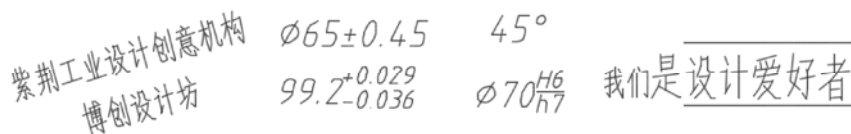

图 7-35 绘制单行文字和多行文字的练习
- (1) 如何创建新文字样式？可以举例进行说明。
- (2) 单行文字与多行文字有哪些不同之处？它们分别适用于什么场合？
- (3) 什么是堆叠文字？如何在多行文字对象中创建堆叠文字？
- (4) 如何更改堆叠文字特性？
- (5) 简述创建表格样式的方法与步骤。
- (6) 请自行定制一个表格样式，然后创建一个 5 行 7 列的表格，并自行填写表格的每个单元格。
- (7) 上机练习：请分别绘制图 7-35 所示的单行文字或多行文字。